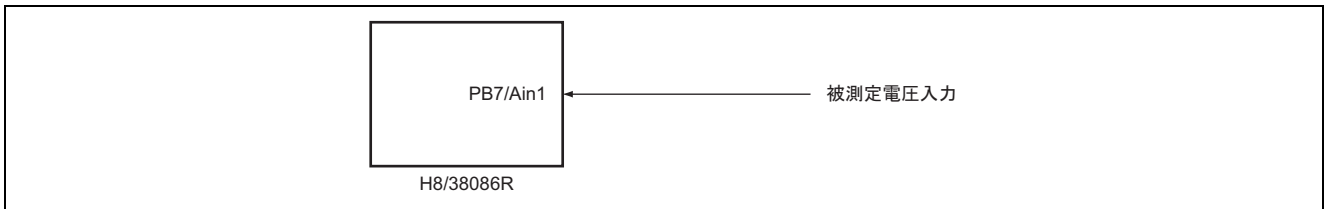

図1 Σ A/Dコンバータによる電圧測定(内部基準電圧使用)
- 図1に示すように、H8/38086Rの Σ A/Dコンバータを使用して、Ain1端子に入力した電圧測定を行います。